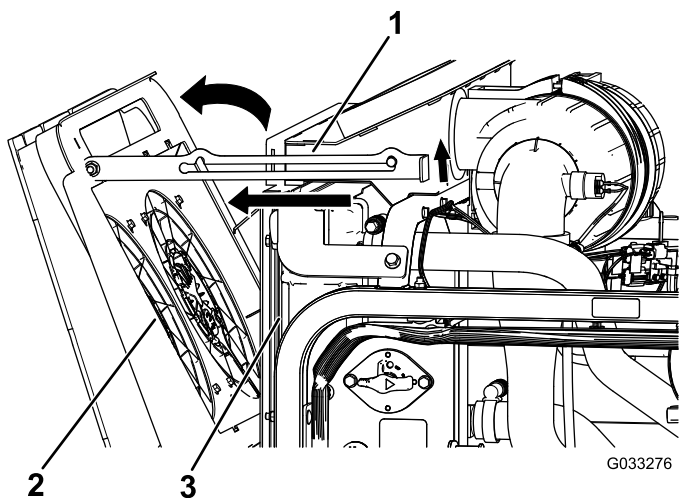

Figure 117
2. Faites pivoter les ventilateurs de refroidissement du moteur à l'arrière du radiateur et calez la béquille dans le cran (Figure 117).